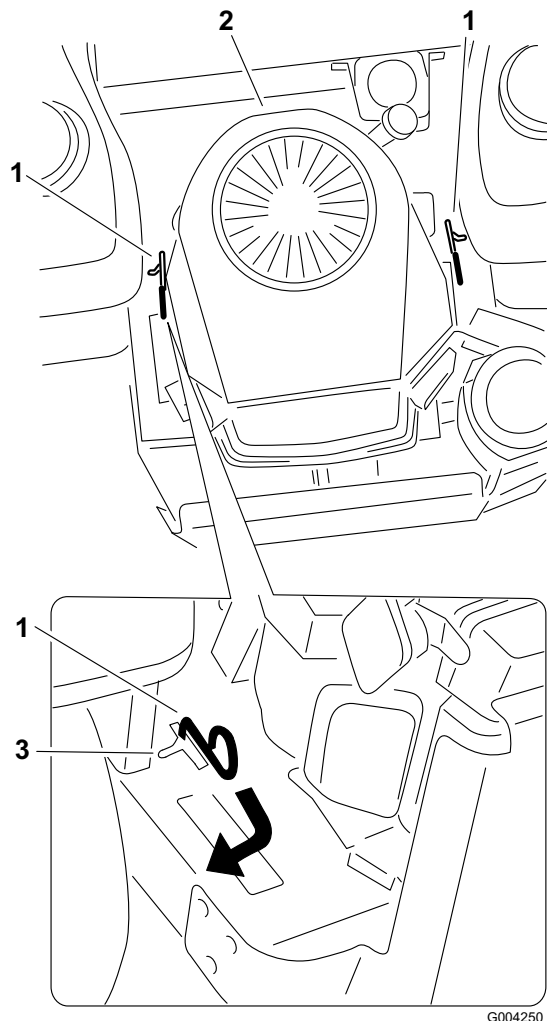

Figura 20
3. Tirate indietro le leve di bypass e spingetele verso l'esterno nella scanalatura per bloccarle in posizione (Figura 20).
Spingere ogni leva di bypass verso l'interno e quindi spingerle in avanti (Figura 20).